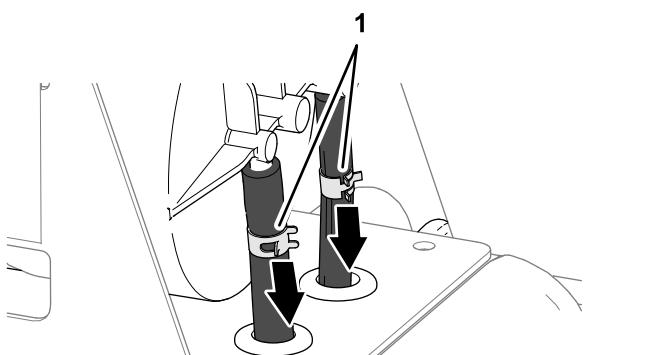

Figura 72
3. Desaperte as 2 braçadeiras de tubos que fixam os tubos aos encaixes do recipiente de carbono (Figura 72).